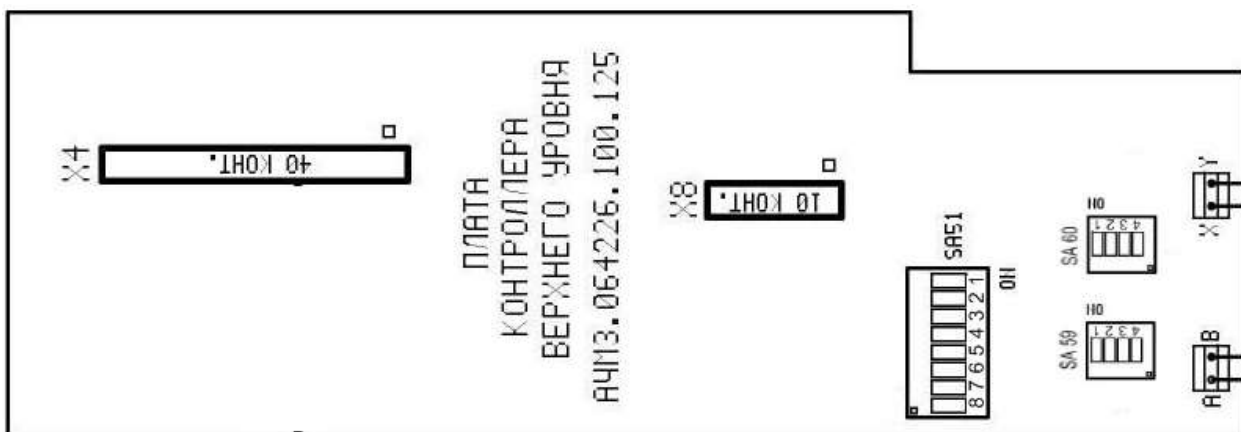

Рис. 4.7. Плата МП контроллера.
4.1.5. При подключении Системы «САПФИРмп1» к АСУ ТП верхнего уровня по цифровому каналу, в Систему «САПФИРмп1» устанавливается плата МП контролера (Рис.4.7.) , работающего с верхним уровнем через интерфейс RS-485 (RS-422), которая использует протокол обмена Modbus.